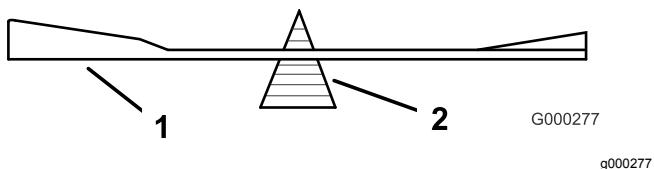

Figure 93
2. Vérifiez l'équilibre de la lame en la plaçant sur un équilibrEUR (Figure 93).